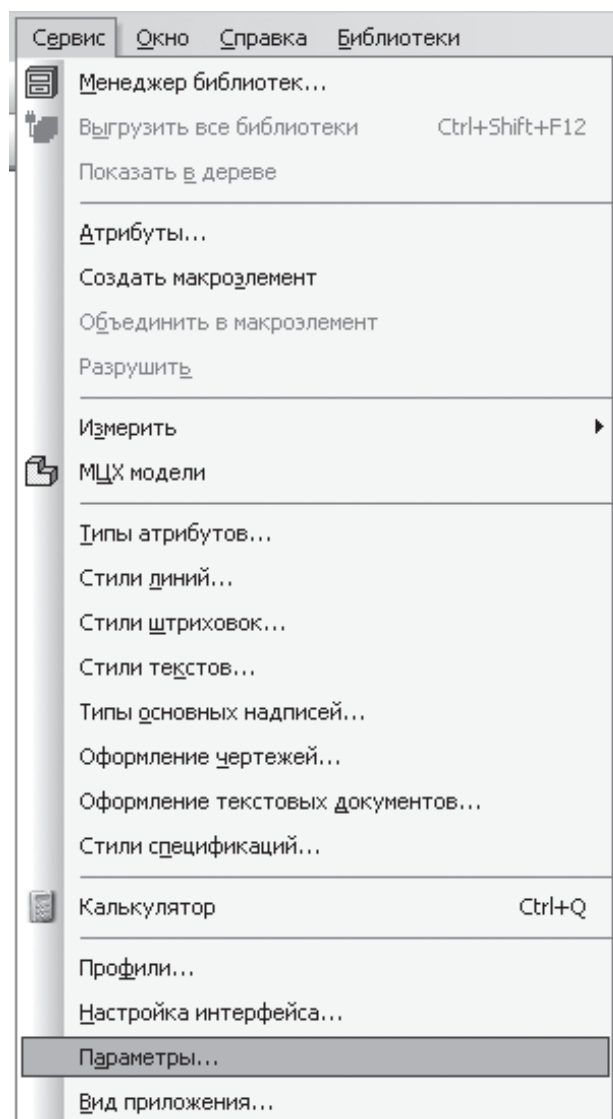
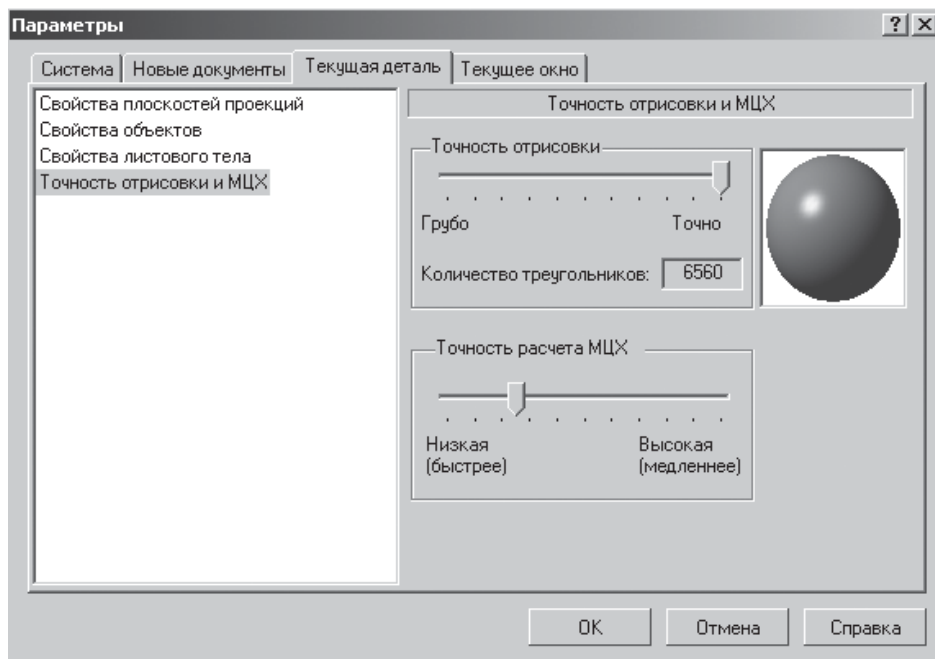

Рисунок 3.2 – Вікно діалогу
Рисунок 3.3 – Вкладка параметри
– на рядку меню виберіть **Сервіс – Параметри** (рис. 3.2), після клацання ЛКМ розкриється діалогове вікно, вкажіть **Поточна деталь – Точність відображення** та **МЦХ** (масо-центруюча характеристика). У довідковому полі діалогу буде показаний умовний коефіцієнт точності відображення – кількість трикутників, а у вікні перегляду – зображення поверхні сфери при обраному ступені точності. «Бігунок», утримуючи ЛКМ, переведіть у положення **Точно**. Налаштувавши точність відображення і розрахунків, натисніть кнопку **ОК** діалогу (рис. 3.3). Чим вище точність, тим більше «гладким» виглядає зображення;